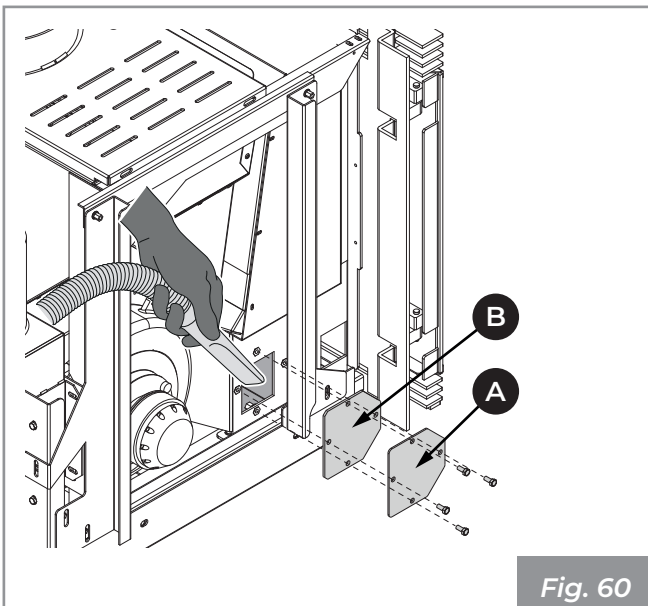

Fig. 60
- Asportare la cenere nell'area evidenziata in (Fig. 60).